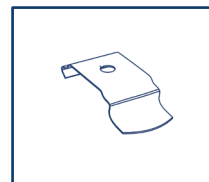

Fig.4
- Oppure 2 o più staffe in caso di tende con barra di premontaggio (Fig.4)